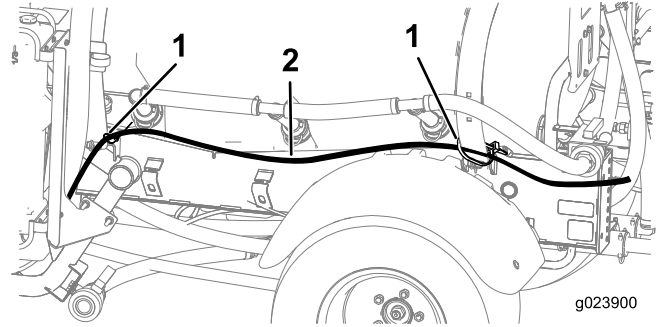

图 16
2. 将 2 根泡沫管从喷洒臂向前延伸到带安装托架的机器的侧面 图 16。